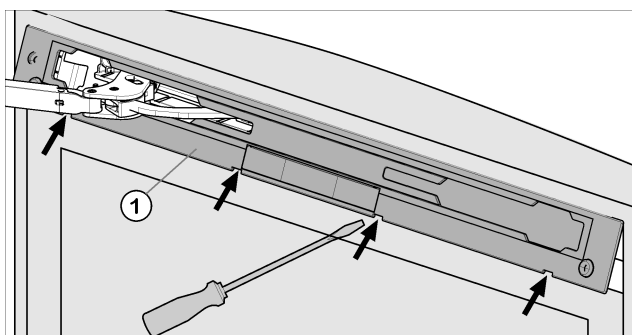

Fig. 14
- Déclipser le panneau Fig. 14 (1) à l'aide d'un tournevis à fente, puis le retirer.